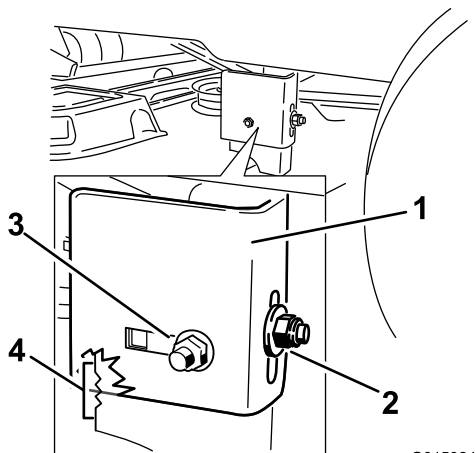

Figura 50
9. Afloje la tuerca de bloqueo trasera de la pletina de suspensión (Figura 50).
10. Afloje la tuerca de bloqueo lateral de la barra de soporte lo suficiente para permitir ajustar la barra (Figura 50).
13. Cuando la plataforma esté en la posición deseada, apriete la tuerca de bloqueo lateral de la barra de soporte para fijar la posición nueva (Figura 50).